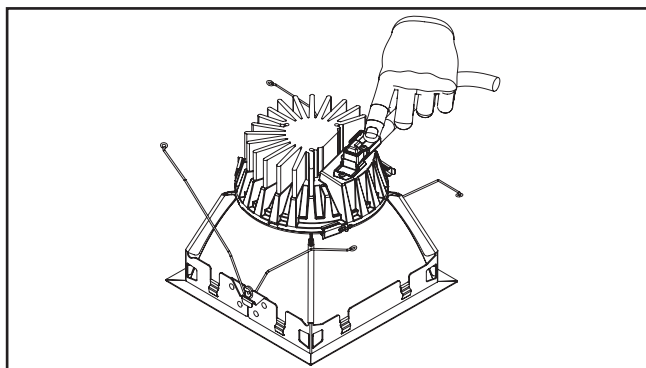

Figura 7.
7. Alinee correctamente el conector como se muestra en (Figura 7). Enchufe en el módulo el dispositivo de desconexión rápida de la luminaria.